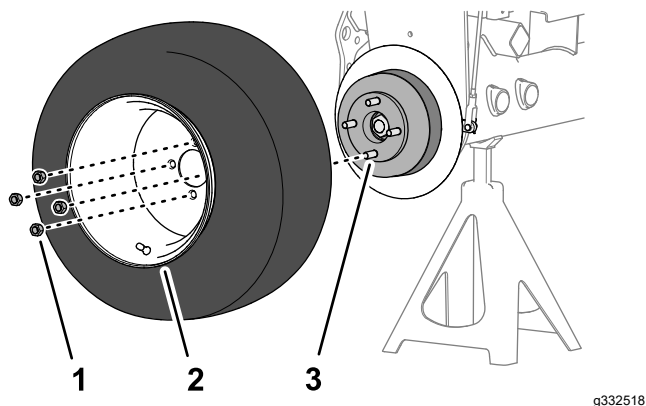

Bild 76
1. Montieren Sie das Rad mit den vier Radmuttern (Bild 76) an der Nabe und ziehen Sie die Radmuttern handfest an.